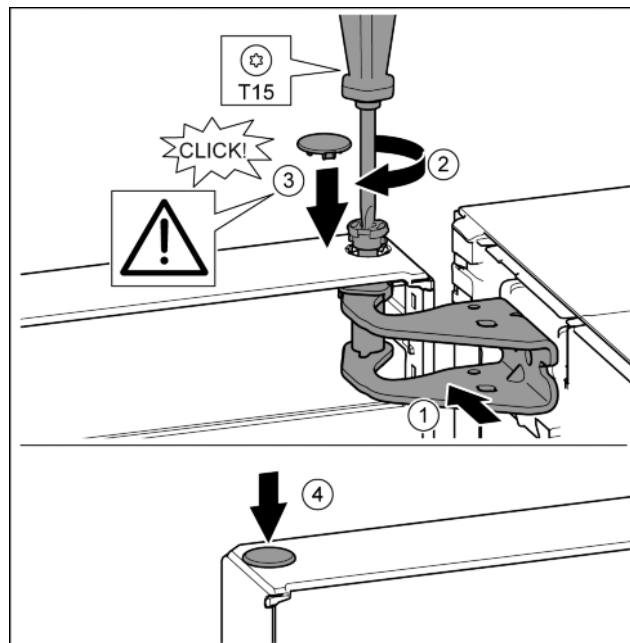

Fig. 22
- ▶ Tür oben zur Öffnung im Lagerbock ausrichten. Fig. 22 (1)
- ▶ Bolzen einsetzen und mit Schraubendreher T15 festschrauben. Fig. 22 (2)
- ▶ Sicherungsabdeckung zur Sicherung der Tür montieren: Sicherungsabdeckung einsetzen und kontrollieren ob sie auf der Tür aufliegt. Ansonsten Bolzen vollständig einsetzen. Fig. 22 (3)
- ▶ Stopfen einsetzen. Fig. 22 (4)